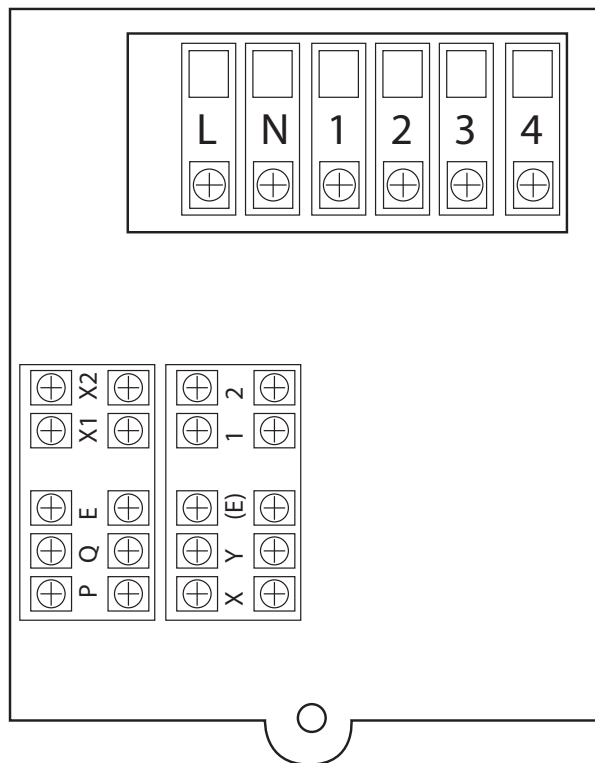

fig. 15
- Realice las conexiones de alimentación utilizando los bornes dedicados como se indica en la fig. "fig. 15")